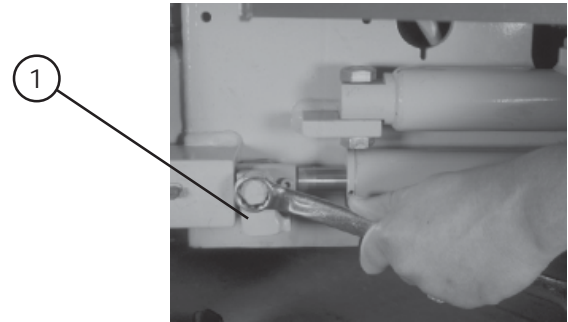

Abbildung 2-10. Feststellbremse
**1- Freilaufventil** – Das Freilaufventil befindet sich entweder vorn oder hinten an der Maschine. Wenn das Ventil links herum in die vollständig geöffnete Position gedreht wird, kann die Hydraulikflüssigkeit die Radmotoren durchfließen. Dies ermöglicht einen "Freilauf", so daß die Arbeitsbühne ohne Beschädigung der Radmotoren geschoben oder abgeschleppt werden kann, nachdem die Bremsen gelöst worden sind (Abbildung 2-10). **Beim Abschleppen NIEMALS schneller als 2 mph (3,2 km/std) fahren.** Für den Normalbetrieb **MUSS** das Ventil fest geschlossen (nach rechts gedreht) werden.